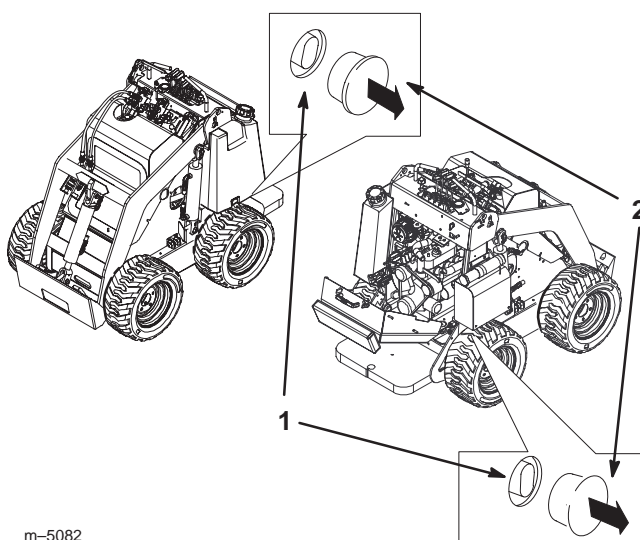

Bild 16
2. Entfernen Sie die Abdeckungen aller Schleppventile (Bild 16).
3. Lockern Sie die Klemmmuttern an allen Schleppventilen (Bild 16).